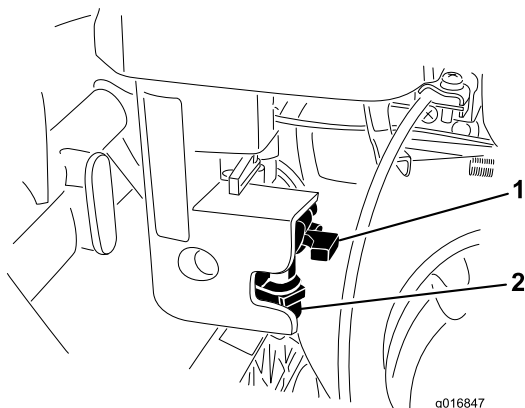

Рисунок 37
1. Закройте отсеchnый топливный клапан и вывинтите топливный отстойник из корпуса фильтра (Рисунок 37).